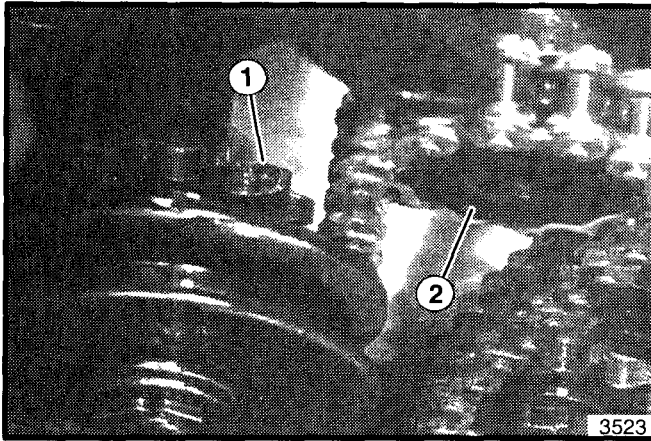

Abbildung 29. Kastenspeiser-Antrieb
Bei entfernten Riemenschutzabdeckungen, die Spindel mit Hilfe des Spindelhubhebels anheben und senken und prüfen um sicherzustellen, daß das Zahnrad an der Innenseite der Kastenspeiser-Antriebsscheibe (siehe Abbildung 29) richtig in die Antriebskette vom Getriebe eingreift.
1. Wenn das Scheibenzahnrad nicht mit der Kette ausgerichtet ist, kann die Stellschraube im Antriebsritzel (siehe Abbildung 29) am Getriebe gelöst und der Welle nach innen oder außen geschoben werden, um die Kette mit dem Scheibenzahnrad auszurichten.